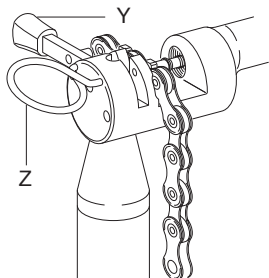

Fig.10
- Bloquear el eslabón con su dispositivo de bloqueo (Z - Fig. 10).
- Comprobar que la lengüeta de la herramienta **UT-CN400** esté en posición externa (Y - Fig. 10).